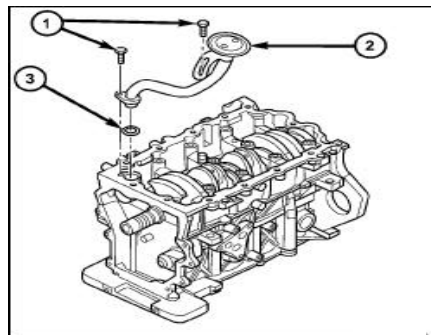

图. 72 机油泵支架管
(2) 从发动机上拆卸下半轴。
(3) 拆卸离合器和压力盘取出飞轮。
(4) 拆卸曲轴后油封(查阅-发动机/发动机气缸体/曲轴机油油封-后-拆卸)。
(5) 安装发动机到合适的维修台。
(6) 拆卸右发动机安装支架 (查阅-发动机/发动机支座/发动机安装支架-拆卸)。
(7) 拆卸曲轴带轮(查阅-发动机/发动机体/减振器-拆卸)。
(8) 拆卸正时链条(查阅-发动机/气门正时/正时皮带/链轮和链条-拆卸)。
(9) 拆卸进气歧管(查阅-发动机/歧管/进气歧管-拆卸)。
(10) 拆卸机油油尺及导管。
(11) 拆卸机油盘(查阅 - 发动机/润滑/机油盘—拆卸)。
(12) 拆卸机油泵支架管(图. 72)。